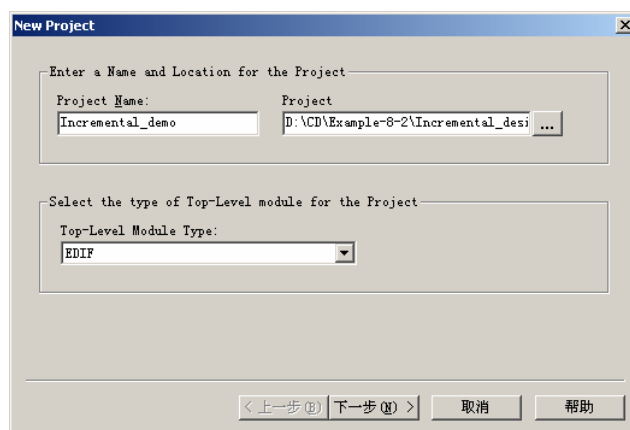

图8-28 选择新建工程的设计流程为 EDIF 模式
- (1) 将综合输出的逻辑网表 top.edf 和传递的约束文件 top.ncf 拷贝到实现目录下，启动 ISE，选择【File】/【New Project】命令创建工程。选择设计流程为 EDIF 流程，如图 8-28 所示。